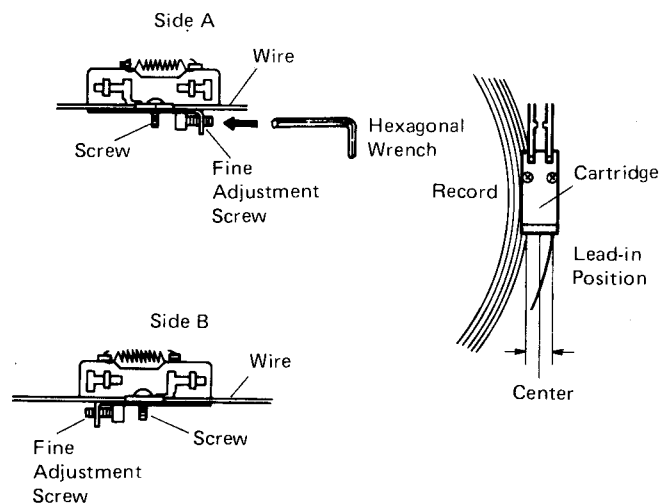

Figure 40-1
6. Secure the screws so that the stylus tip is at the central part of the lead-in position as shown in Fig. 40-1. At the time, hold the tonearm base with hand so as to prevent the stylus tip from touching the record surface.
6. Die Schrauben anziehen, so daß sich die Nadelspitze gemäß Abb. 40-1 im mittleren Teil der Einlaufposition befindet. Dabei den Tonarm-Unterteil mit der Hand festhalten, damit die Nadelspitze nicht die Schallplattenoberfläche berührt.
6. Serrer les vis de telle sorte que la pointe de l'aiguille soit située à la partie centrale de la position d'entrée comme le montre la Fig. 40-1. A ce moment, tenir la base du bras de la main pour éviter que la pointe de l'aiguille ne touche la surface du disque.